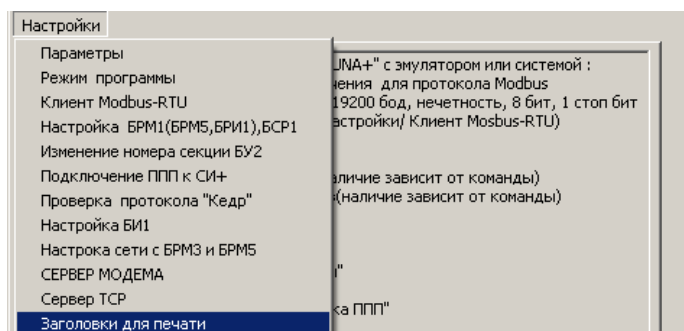

Рисунок 7.62
7.9.3 В меню настройки выбрать и активировать опцию «Заголовки для печати» (рисунок 7.62). В результате на экране появится форма, представленная на рисунке 7.63 при наличии связи с системой. При этом в верхней строке формы за знаком «№» следует заводской номер системы, а на панели «Состояние обмена» значение «11». При отсутствии связи с системой форма будет иметь вид, представленный на рисунке 7.64.